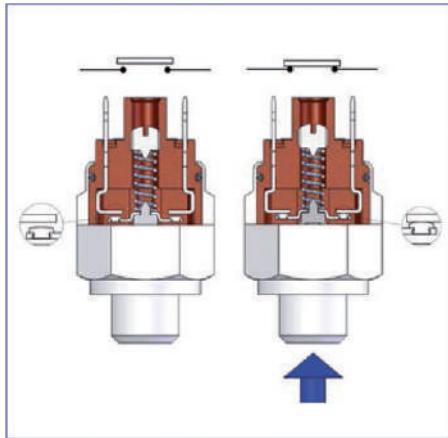

FIG. 1
- Nella versione NORMALMENTE APERTA (N.A.) Fig. 1, il contatto si presenta aperto, ossia non esiste passaggio di corrente in assenza di pressione. Al raggiungimento della pressione di taratura il contatto elettrico si chiude.
- In the **NORMALLY OPEN (NO)** version on Fig. 1, the contact is open, i.e. there is no flow of current in the absence of pressure. When the pressure setting is reached, the electrical contact closes.